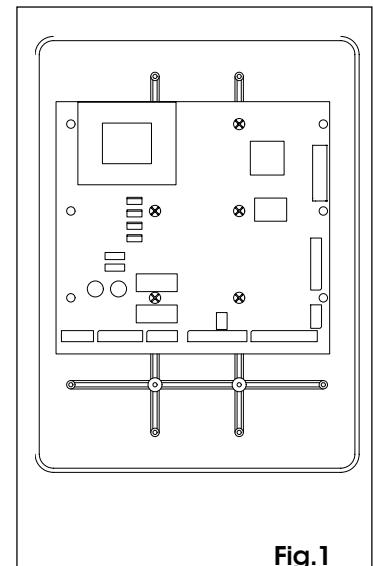

Fig.1
- Pour la fixation de la centrale dans le boîtier étanche, positionner la centrale comme l'indique la fig. 1 et la fixer avec 5 vis autotaraudeuses Ø 4,2x13 (fournies), en plaçant les entretoises entre la carte et les guides du boîtier étanche.